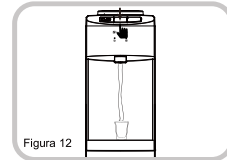

Figura 12
2. Presione el botón de agua a temperatura ambiente. (Figura 12)